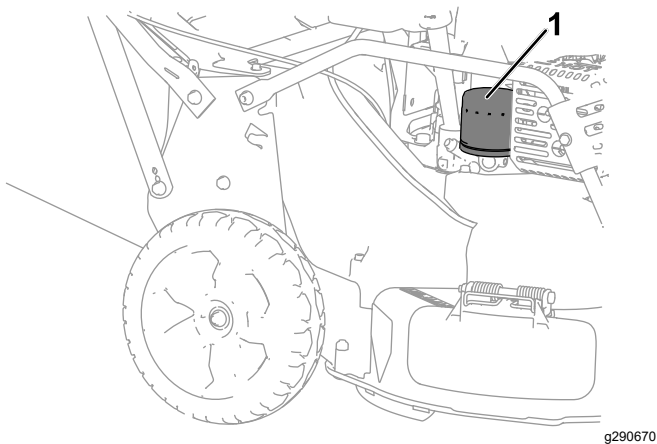

Figure 25
6. Déposez le filtre à huile (Figure 25).